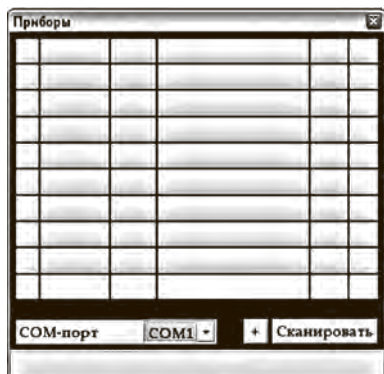

рис.8
5) Запустить программу Dispatcher 203. Программа отобразит окно «Приборы», показанное на рис. 8.